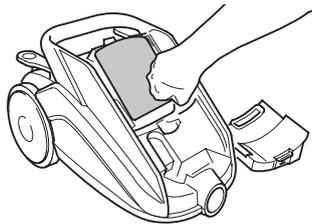

Abb. 28
Der Motorschutzfilter (Abb. 28) verhindert, dass größere Partikel den Motor beschädigen.
4. Entnehmen Sie den Motorschutzfilter samt Halterung an der dafür vorgesehenen Lippe rechts unten (Abb. 28) aus der Filter-Konsole.